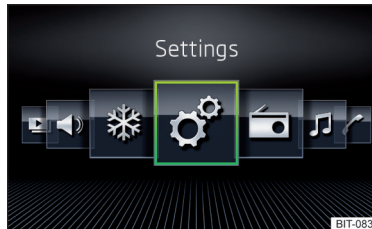

Abb. 187
- › Die Option **Raster-Anzeige** » **Abb. 186** oder **Horizont. Anzeige** » **Abb. 187** wählen.